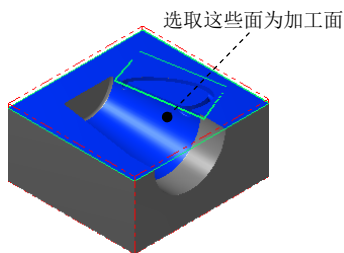

图 21.22 选取加工面
(1) 选取加工面。在图形区中选取图 21.22 所示的面（共 18 个面），然后按 Enter 键，系统弹出“刀具路径的曲面选取”对话框。